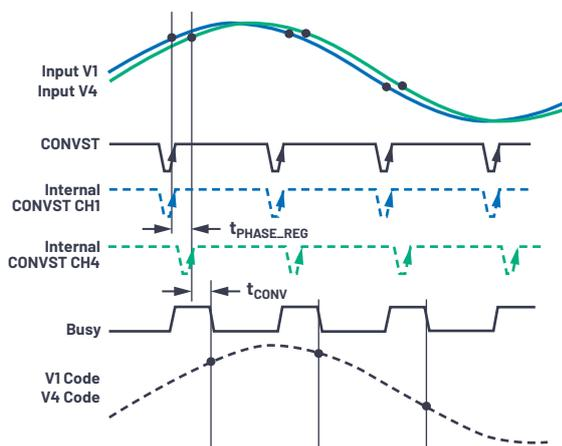

図5 位相の再調整
CONVSTピンは、すべてのチャンネルで同時にプロセスをトリガする形で、変換の開始を管理します。しかし、カレント・トランス (CT) で電流を測定し、分圧器で電圧をスケール・ダウンするアプリケーションでは、電流チャンネルと電圧チャンネルの間に位相の不整合が生じます。これを補償するために、図5に示すように、AD7606Bでは、出力信号の相を再調整できるような形で、任意のチャンネルのサンプリング・タイミングを遅らせることができます。